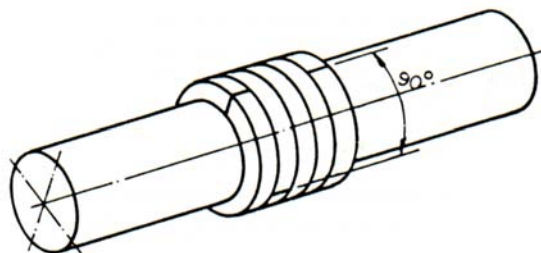

Fig. 21 - Posição dos anéis defasados em 90°
- Proceder a montagem na seqüência inversa da desmontagem, introduzindo cada peça no interior da câmara com o auxílio do aperta gaxeta. Os anéis de gaxeta deverão ser montados com o corte defasado cerca de 90° um em relação ao outro. (Vide fig. 21).